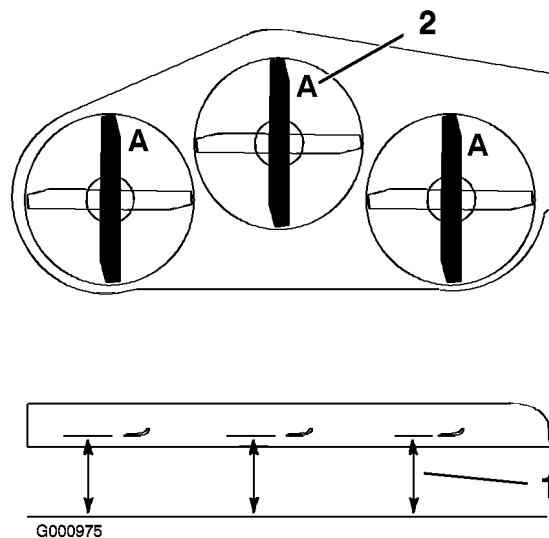

Figure 72
3. Tournez les lames dans le sens longitudinal (Figure 72). Mesurez la distance entre la surface plane et le tranchant (position A) des lames (Figure 72) et notez cette valeur.